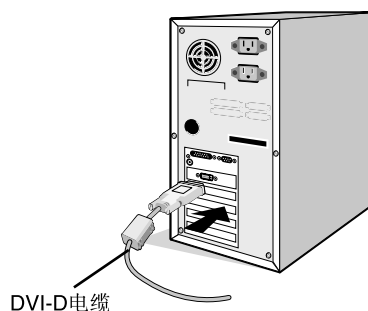

图 A.1
2. 对于具有 **DVI** 数字输出的 **PC**：将 DVI-D 电缆信号线连接至您系统的显示控制器接口（图 A.1）。然后拧紧所有螺丝钉。